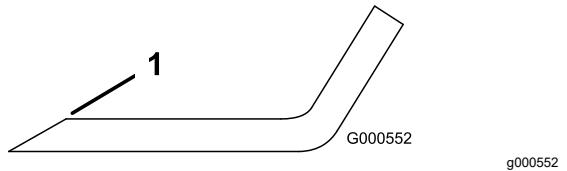

Figura 75
1. Affilate i taglienti da entrambe le estremità della lama con una lima (Figura 75).
Nota: Se la lama non è bilanciata, limate del metallo soltanto dalla costa (Figura 75).